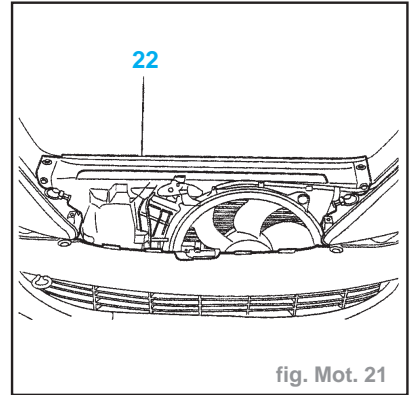

fig. Mot. 21
- Écarter la capacité tampon (21) sans débrancher les tuyaux.
- Déposer l'ensemble (22) (fig. Mot. 21).